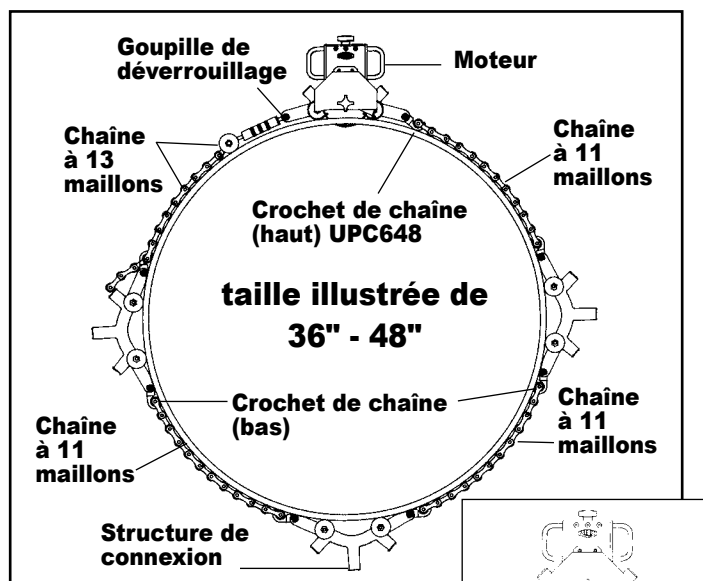

FIG. 5
3. Connecter l'ensemble de chaîne de 13 maillons et de tendeur au moteur avec une goupille de déverrouillage. Étendre le tendeur dans la position la plus externe. (Fig. 5)
(Fig. 5)